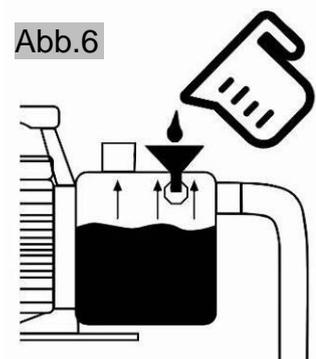

Abb.6
Bei Geräten mit montiertem Vorfilter ist es empfehlenswert, dabei vorher die Entlüftungsschraube des Vorfilters (23) mit einem Schraubenzieher leicht zu Öffnen (ca. 1½ Umdrehungen). Falls das Gerät in einer festen Verrohrung installiert und somit der Druckanschluss nicht frei zugänglich ist, kann notfalls auch die Einfüll- und Entlüftungsschraube (9) unter Zuhilfenahme eines Trichters zur Befüllung verwendet werden (Abb. 6). Füllen Sie das Pumpengehäuse (8) bis zum maximal möglichen Füllstand mit Wasser.